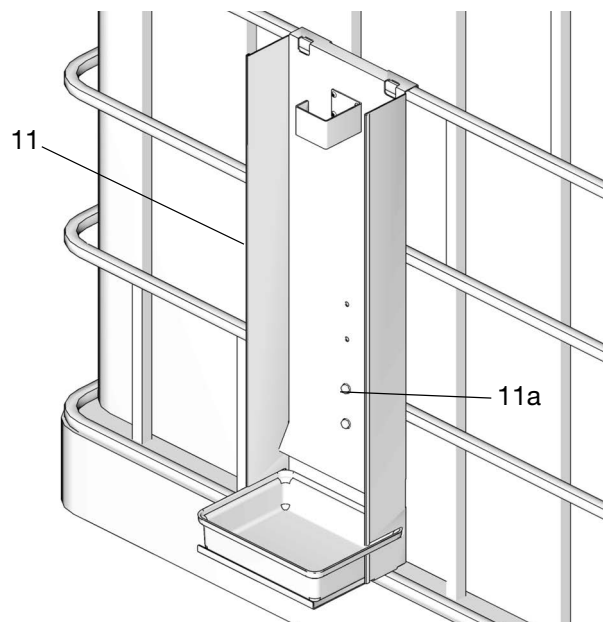

図 20
1. メータートレイ(11)をIBCタンクの側面に位置合わせします(図20)。
2. 4本のネジ(11a)を使用して、その位置にトレイを固定します(図20)。